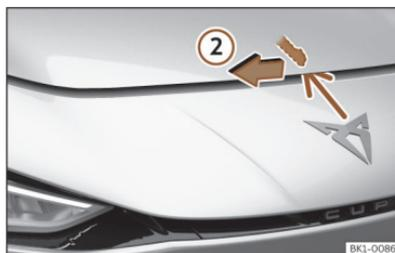

Fig. 190 Palanca bajo el capó.
- Para levantar el capó haga presión hacia la izquierda con la palma de la mano hacia abajo en la palanca situada debajo del capó, en el centro >>> fig. 190 ②. Los ganchos de sujeción quedan desbloqueados.